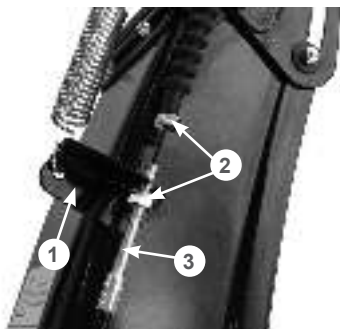

Рис. 21 Установка оболочки троса управления дефлектором жёлоба
- скрутите крайнюю гайку 2 с регулировочной муфты 3 троса и позвольте ей свободно болтаться на тросе (Рис. 21);
— одной рукой максимально наклоните дефлектор жёлоба вперёд, а второй рукой проденьте трос через прорезь в кронштейне 1, после чего вставьте регулировочную муфту троса в отверстие в кронштейне 1 (Рис. 21). Гайки крепления оболочки троса после этого должны оказаться по разные стороны кронштейна, как показано на Рис. 21. Закрутите гайки, не затягивая их;